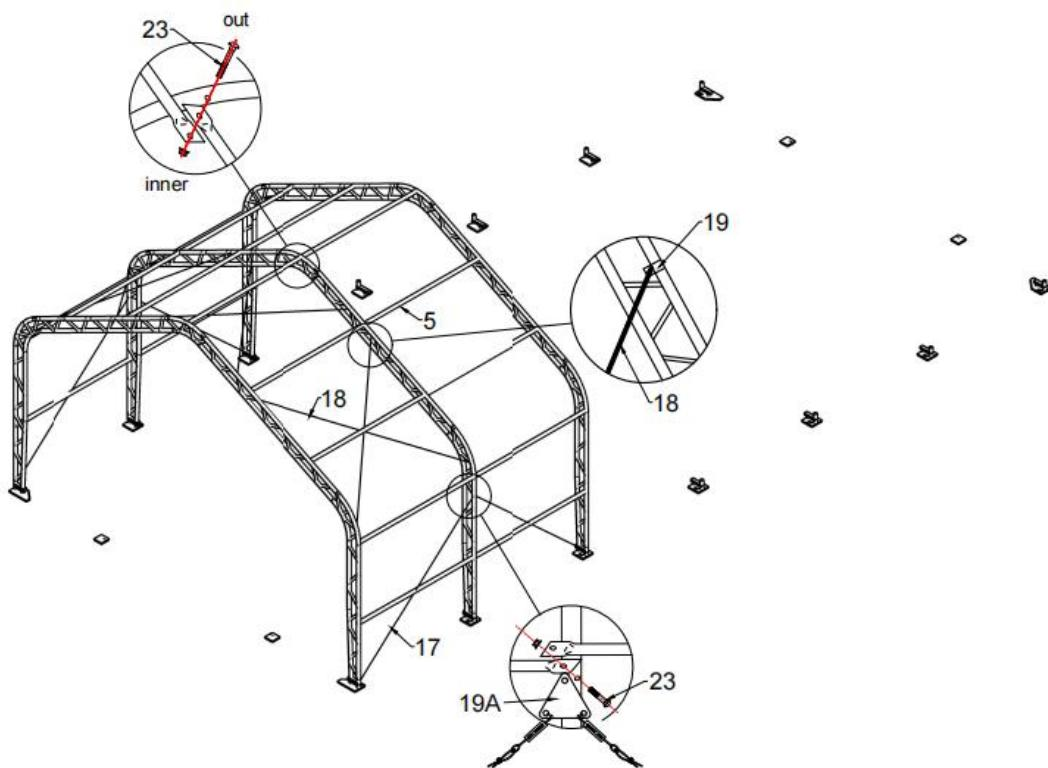

Figur 4
2. Figur 4 visar hur takbågen (nr 1) monteras på sidoväggsbågen (nr 2), hörnröret (nr 3) och det vertikala röret (nr 4) med 8 x 80 mm bultar (nr 22). Lyft in bågen i basplattans rör med en lift och montera de återstående bågarna (se bild 5).